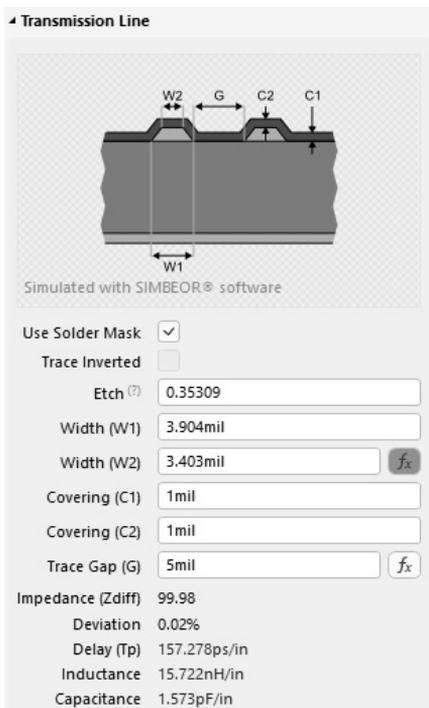

图 3-44 TOP 层 100Ω 走线阻抗
② 选择 TOP 层，在 Transmission Line 选项组中设置相关参数，可得如图 3-44 所示结果。